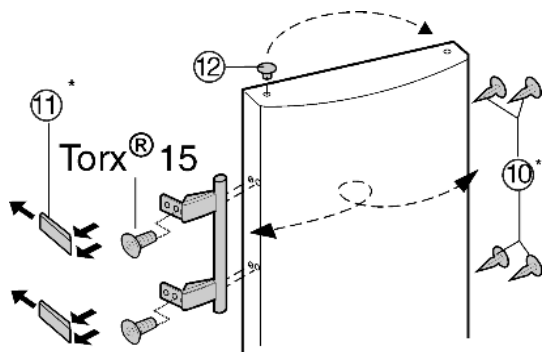

Fig. 8
- Vyjměte zátky Fig. 8 (12) z pouzdra ložisek dveří a přemístěte je.
- Odmontujte kliku dveří, zátku Fig. 8 (10) a krycí destičky Fig. 8 (11) a nasadte na druhou stranu.